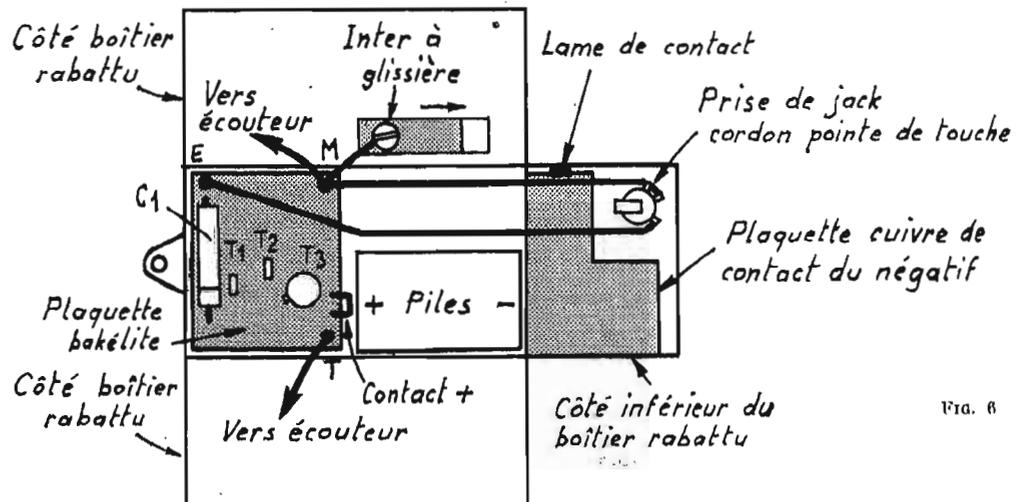

FIG. 6
FIG. 6 bis
**Disposition à l'intérieur du boîtier :** La figure 6 montre la disposition des éléments à l'intérieur du boîtier dont trois côtés sont rabattus. On remarque le câblage de la prise de jack dont deux cosses sont reliées au point M et une cosse au point E et la disposition de l'interrupteur à glissière. Lorsque ce dernier est déplacé vers la droite, la partie métallique du circuit imprimé relié au point M vient en contact avec la lame soudée perpendiculairement à la plaquette de cuivre collée sur le côté inférieur.
La figure 6 bis montre le câblage du jack relié par câble blindé à une barrette relais à trois cosses, la première cosse servant à maintenir le souplis isolant le câble blindé.